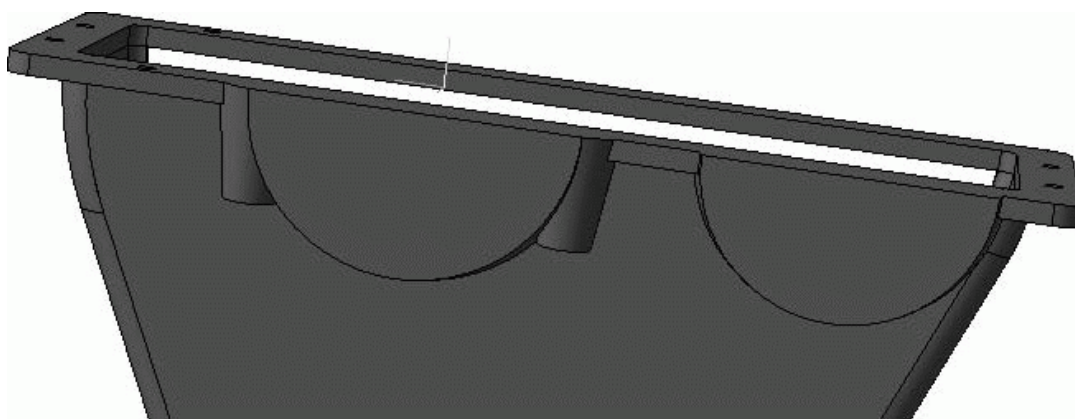

Рис. 3.81. Бобышки
16. По двум построенным эскизам создайте операцию по сечениям, в результате получится первая бобышка со стороны ведомого вала. Чтобы создать вторую такую же бобышку (рис. 3.81), зеркально отобразите ее относительно плоскости XU . Для этого используйте команду Зеркальный массив панели Редактирование детали, после вызова которой сначала выделите в дереве построения плоскость симметрии, а затем объект для копирования – операцию по сечениям, сформировавшую первую бобышку. Для создания зеркальной копии нажмите кнопку Создать объект.